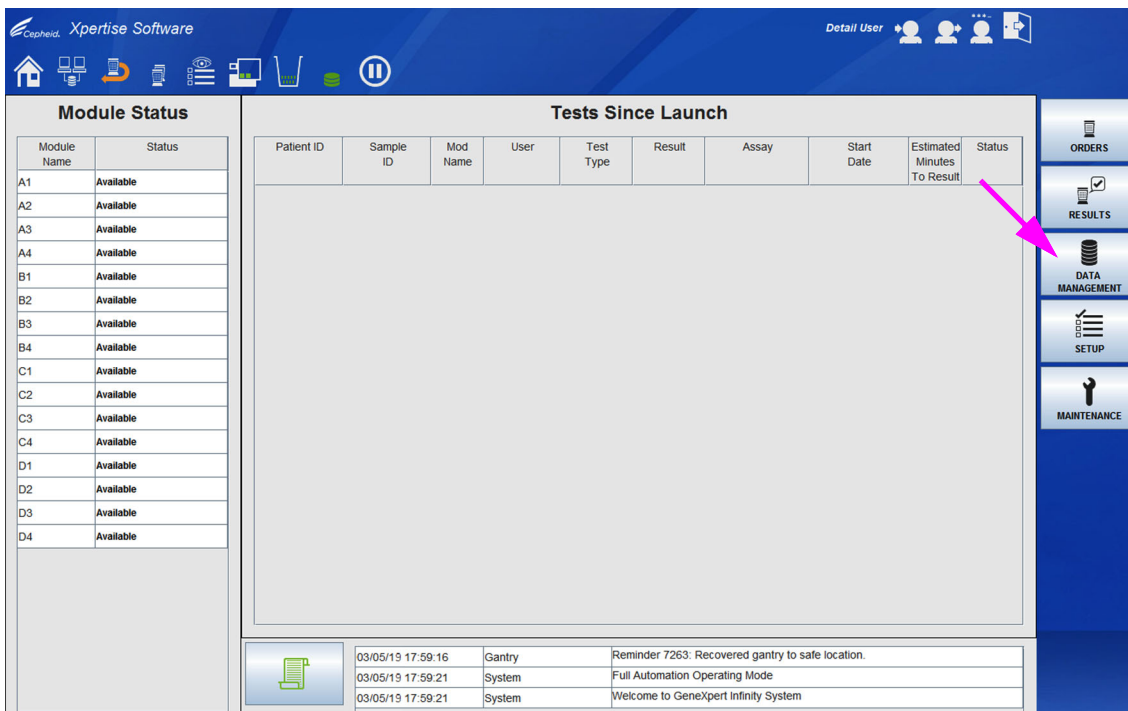
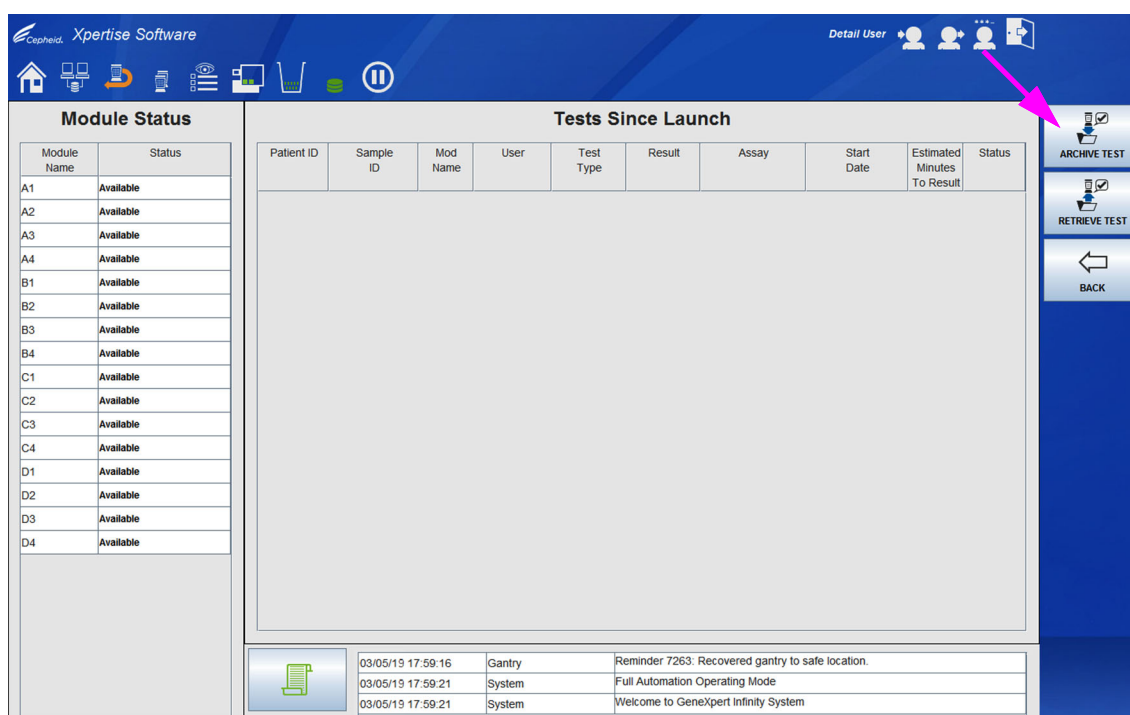
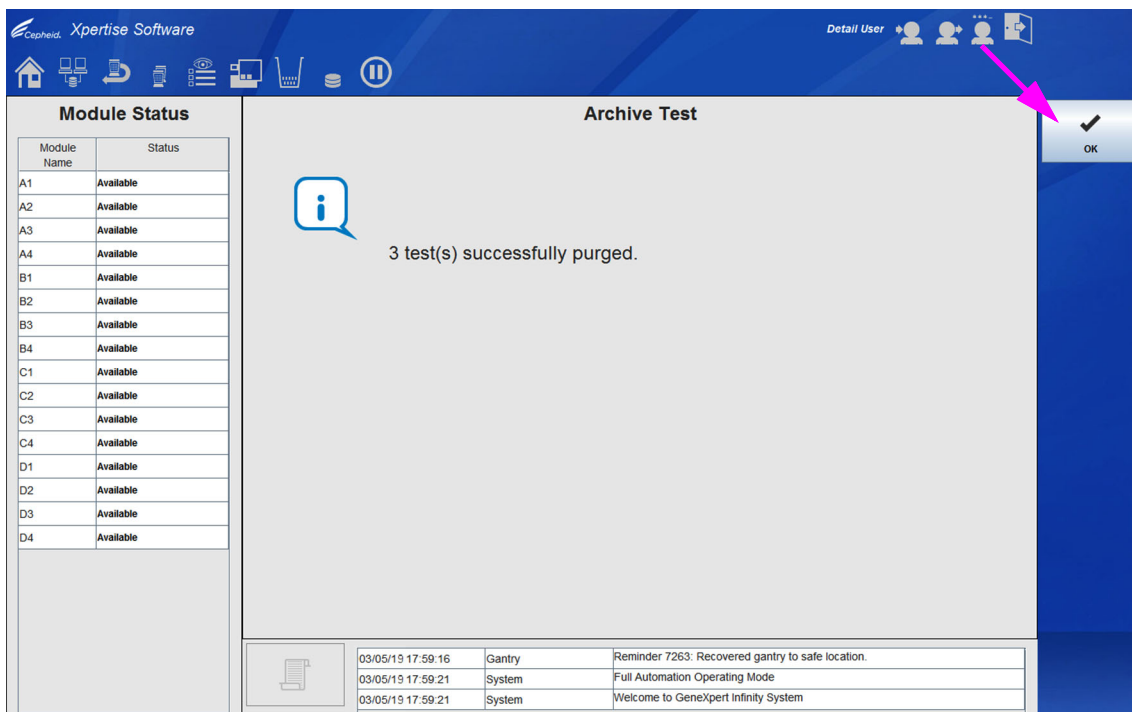

図 5-131. Xpertise Software ホームワークスペース
図 5-132. データ管理メニュー
図 5-138. テストのアーカイブワークスペース - パージされたテストを確認
全てのデータ管理機能は、データ管理（Data Management）メニューで利用可能です。データ管理（Data Management）メニューにアクセスするには、Xpertise Software ホームワークスペースの**データ管理（DATA MANAGEMENT）**ボタンを選択します。（図 5-131 を参照）。データ管理（Data Management）メニューが表示されます。図 5-132 を参照してください。
1. データ管理（Data Management）メニューで、**アーカイブテスト（ARCHIVE TEST）** ボタンを選択します（図 5-132 を参照）。テストのアーカイブ（Archive Test）ワークスペースが表示されます。図 5-133 を参照。
8. 選択したテストが正常にパージされたことを確認するメッセージが表示されます（図 5-138 を参照）。**OK** ボタンを選択して、確認（Confirmation）ワークスペースを閉じます。データ管理（Data Management）メニューが表示されます。図 5-132 を参照。